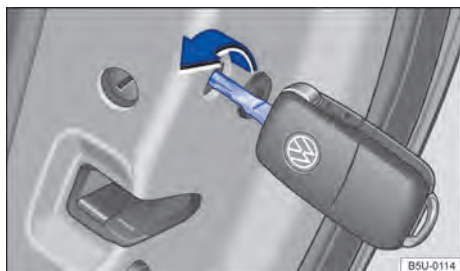

Fig. 46 Travamento de emergência do veículo com a chave do veículo.
- Inserir a haste da chave na fenda ➔ Fig. 46 e girar no sentido horário (para dentro do veículo) até o batente.